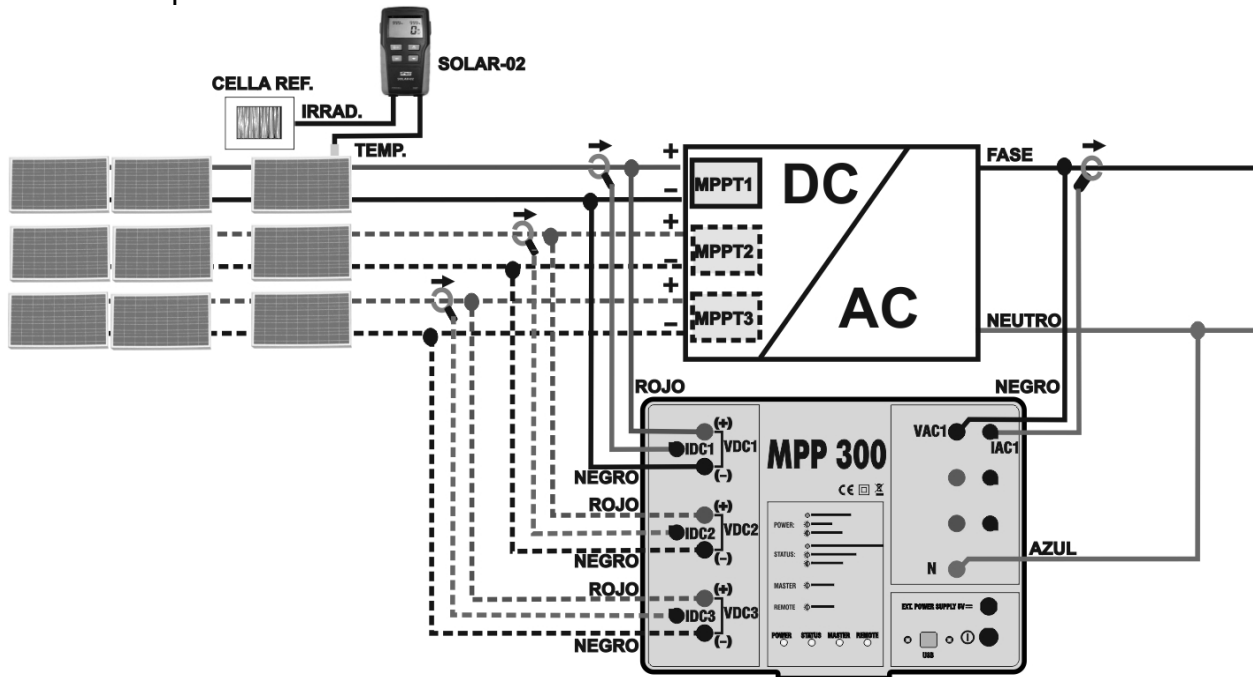
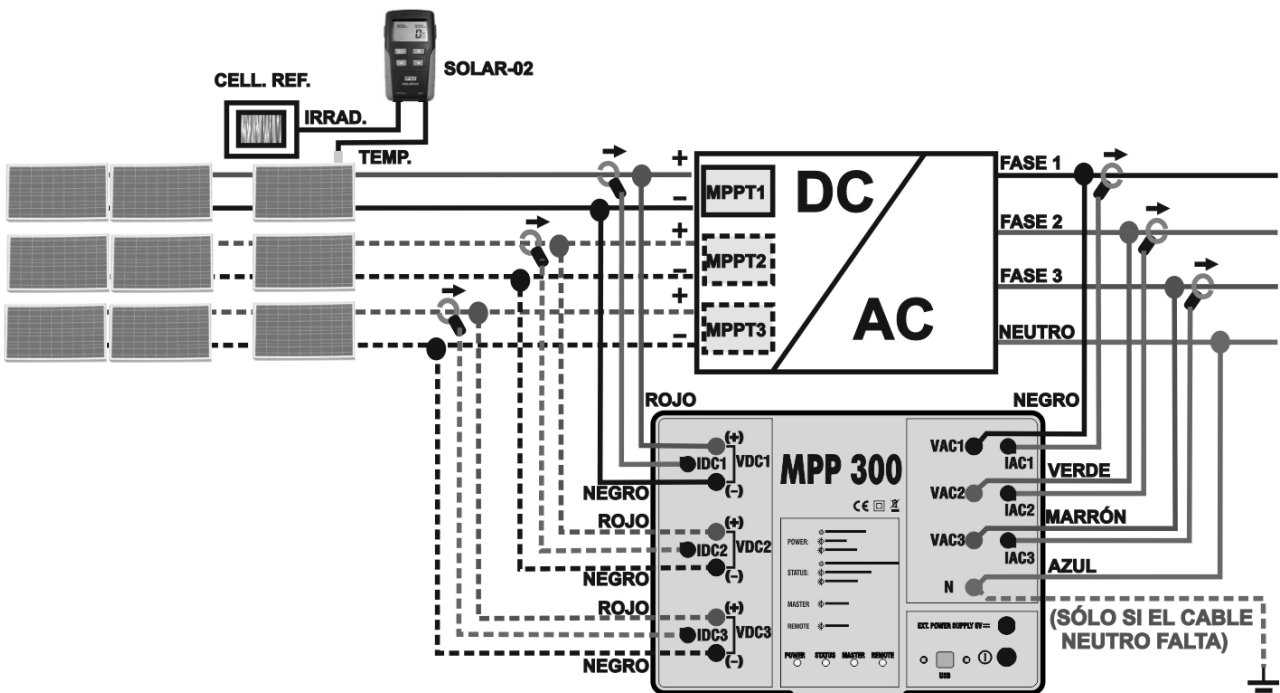

Fig. 5: Conexionado del MPP300 para conexionado de una instalación FV Monofásico
Fig. 6: Conexionado del MPP300 para conexionado de una instalación FV Trifásica
7. Conecte las entradas **VDC1(+)** y **VDC1(-)** de la unidad **MPP300** de los terminales de salida del string respetando la polaridad y los colores indicados en la Fig. 5 o Fig.6
10. Inserte la pinza de corriente CC sobre el conductor positivo de salida del string **respetando el sentido de la flecha** presente sobre la misma pinza como indica la Fig. 5 o Fig. 6. Posicione el maxilar de la pinza lo más alejado posible del inversor y del conductor negativo de salida del mismo string.
12. Conecte las entradas **VAC1** y **N** de la unidad **MPP300** respectivamente a los conductores de Fase y Neutro respetando la polaridad y los colores indicados en Fig. 5 o Fig. 6. En el caso de instalaciones trifásicas y el conductor de Neutro no esté disponible, conecte la entrada **N** a Tierra.
14. Conecte la pinza CA sobre el conductor de Fase L1 **respetando el sentido de la flecha** presente sobre la misma pinza como indica la Fig. 5 o Fig.6. Posicione el maxilar de la pinza lo más alejado posible del inverter y del conductor de Neutro. Conecte la salida de la pinza a la entrada **IAC1** del MPP300.